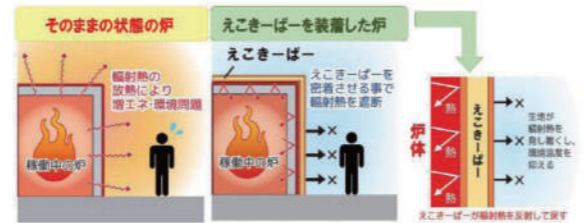

図1 熱伝達の概要及び「新断熱ジャケット・えこきーぱー」の輻射熱低減効果
炉の輻射熱を抑えると一言でいえば、遮熱塗料、遮熱シート、昔からの断熱工事など提案は様々で炉の種類や用途に合わせて様々な手法がとられると思う。もちろんコストの問題もある。私も一通りやってみたが、考えなければならない点は、①現場での施工日数を短くする。生産ラインは極力止めたくない訳で現場での施工時間を短縮したい。②輻射熱をどうするかが重要なポイントであり、失っていた熱量は掛けたエネルギーの65%程度にも及ぶわけで相当な数字である。弊社の『新断熱ジャケット・えこきーぱー』はそんな工業炉や温熱機器装置の外側へ断熱の服を着せて放熱を防ぎ、輻射熱を跳ね返す事で今まで放熱して失っていた熱を炉内に戻し、制御装置がそれをくみ取ってくれば、燃料の供給を抑えて省エネができるという仕組みである(図1)。